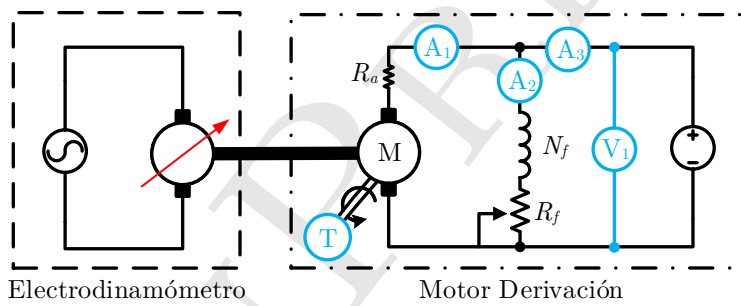

Figura 3: Motor derivación acoplado a un electrodinámómetro.
1. Conectar el circuito mostrado en la Figura 3. Tomar las mismas consideraciones respecto al sentido de giro que en la sección 4.2.